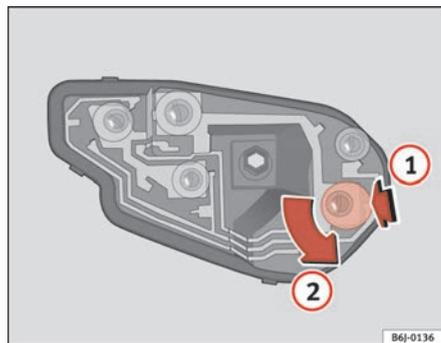

Fig. 158 Cambio lampade luci posteriori
- Una volta tolto il portalamпада, premere nel senso indicato dalla freccia (1) e ruotare contemporaneamente nel senso indicato dalla freccia (2) ⇒ fig. 158. ■